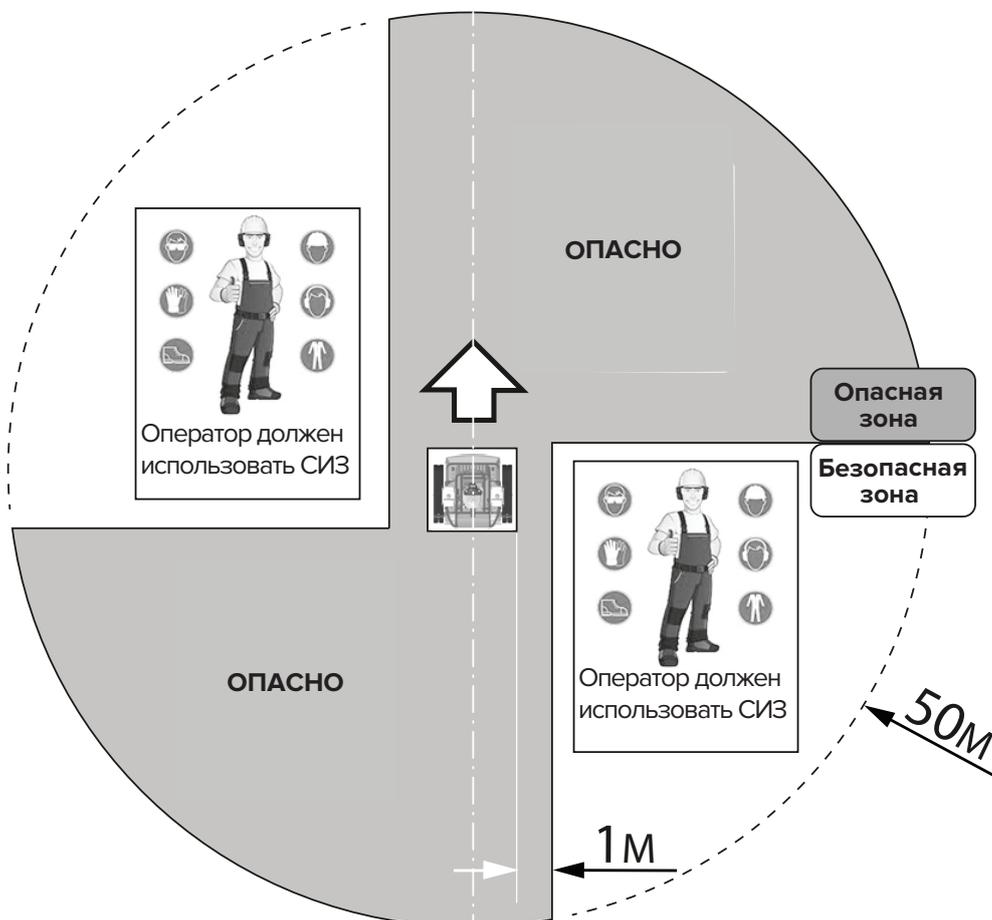

Рис.19
- b) Не позволяйте людям или животным приближаться к машине. Неправильное управление или какой-либо выброшенный предмет могут привести к тяжелым травмам. Опасная зона показана на рис. 19. Только оператору разрешено находиться в пределах периметра радиусом 50 м в зоне белого цвета только в том случае, если он носит предписанные средства индивидуальной защиты.
## Опасная зона (рис. 19)